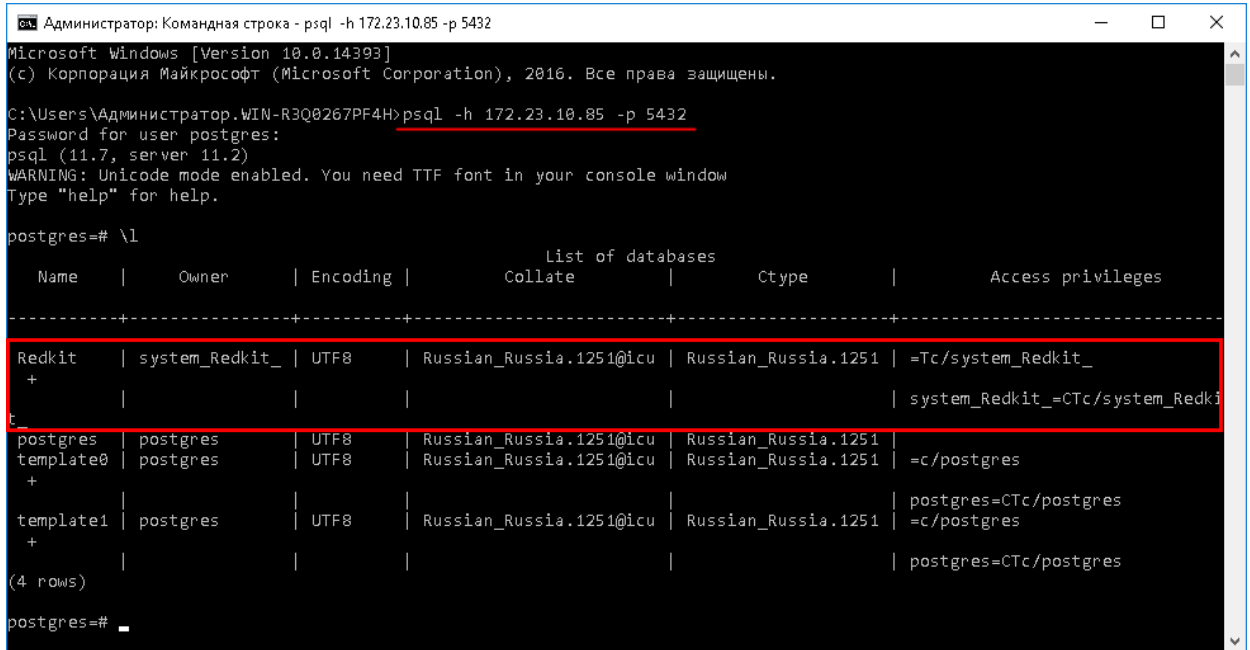

Рисунок 61 - Система Redkit в cmd
10. Впишите команду `psql -h IP-адрес основного сервера -p номер порта основного сервера` из п.5 раздела Первичное конфигурирование и нажмите клавишу *Enter* (Рисунок 61).
13. Убедитесь, что создана система Redkit (Рисунок 61).